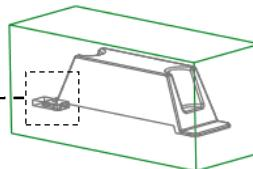

图 12.30 选取拉伸终止面
② 调整视图方位, 将鼠标移动到图 12.30 所示的加亮平面处右击, 系统弹出一个快捷菜单, 选择 **从列表中拾取** 命令, 在系统弹出的对话框中选择 **曲面:F1(外部合并):OIL-SHELL_MOLD_REF** 选项。在“从列表中拾取”对话框中单击 **确定(①)** 按钮。
③ 在操控板中单击 **选项** 按钮, 在“选项”界面中选中 **封闭端** 复选框。
⑤ 在操控板中单击 按钮, 完成特征的创建。